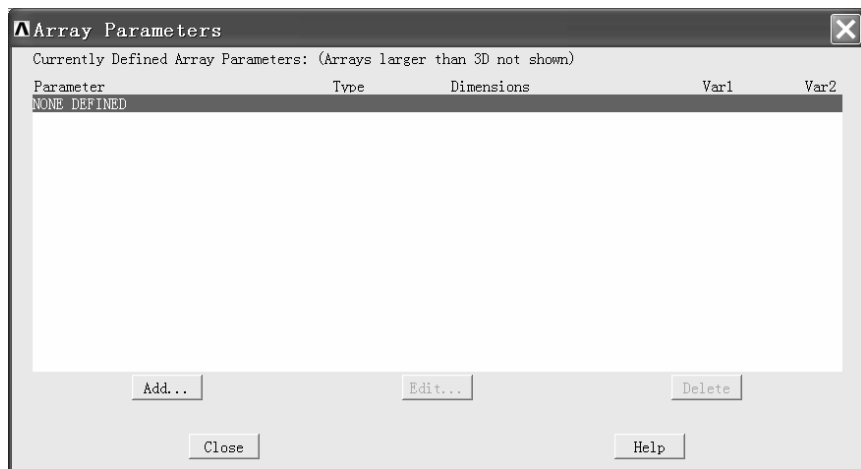

图 5-42 “Array Parameters”窗口
(1) 依次选择 Utility Menu>Parameters>Array Parameters>Define/Edit...，弹出“Array Parameters”窗口（见图 5-42）。